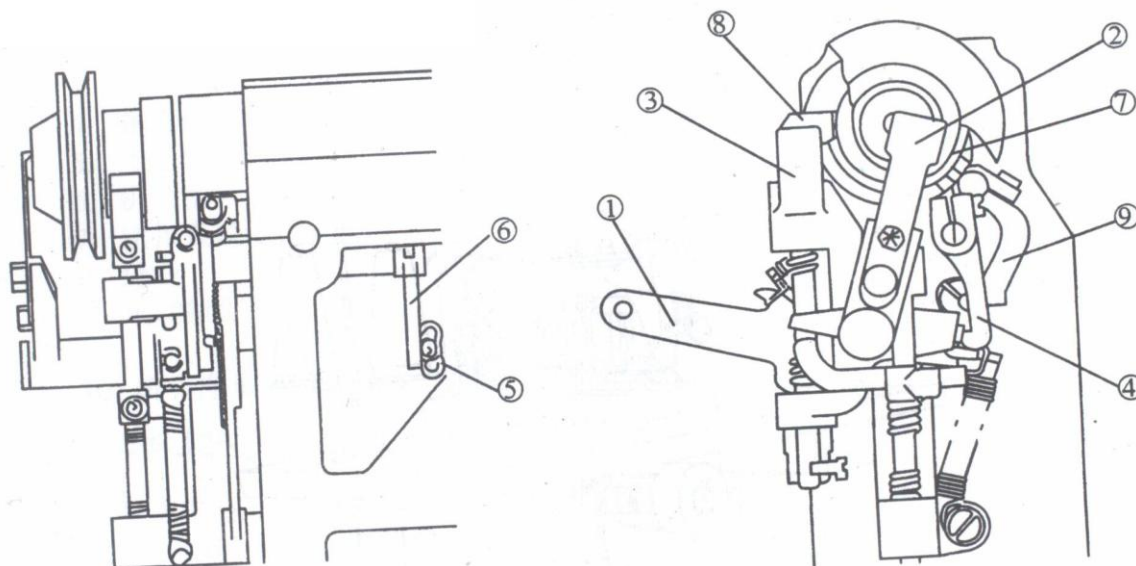

Рис. 3
Вращение главного шкива осуществляется посредством включения двигателя (рис. 3). Старт машины приводится в действие нажатием на педаль, которая тянет цепь на стартовом рычаге (1), который перемещают клин (2), чья наклонная поверхность вынуждает шкив входить в контакт с шкивом трения, и наконечник заставляет главный шкив вращаться. После этого происходит движение игловодителя, поскольку стартовая скобка (3) была уже поймана крюком (4). Вращение продолжается до конца 19-ого стежка, далее блок остановки (5) толчком останавливает рычаг (6), который подталкивает крюк (4) расцепляться от шкива трения, и в то же самое время тормозящий блок (7) вынуждает шкив задерживать вращение главного вала. Когда игла заканчивает 20-ый стежок (движение теперь приводится в действие только самоинерцией), скорость была значительно снижена, так, чтобы позволять замку тормоза (8) включиться.
Чтобы избежать несчастного случая, вызванного небрежным обращением с машиной, безопасное устройство установлено возле пускового рычага. Главной частью этого устройства является рычаг (9) (как показано в рис. 3).